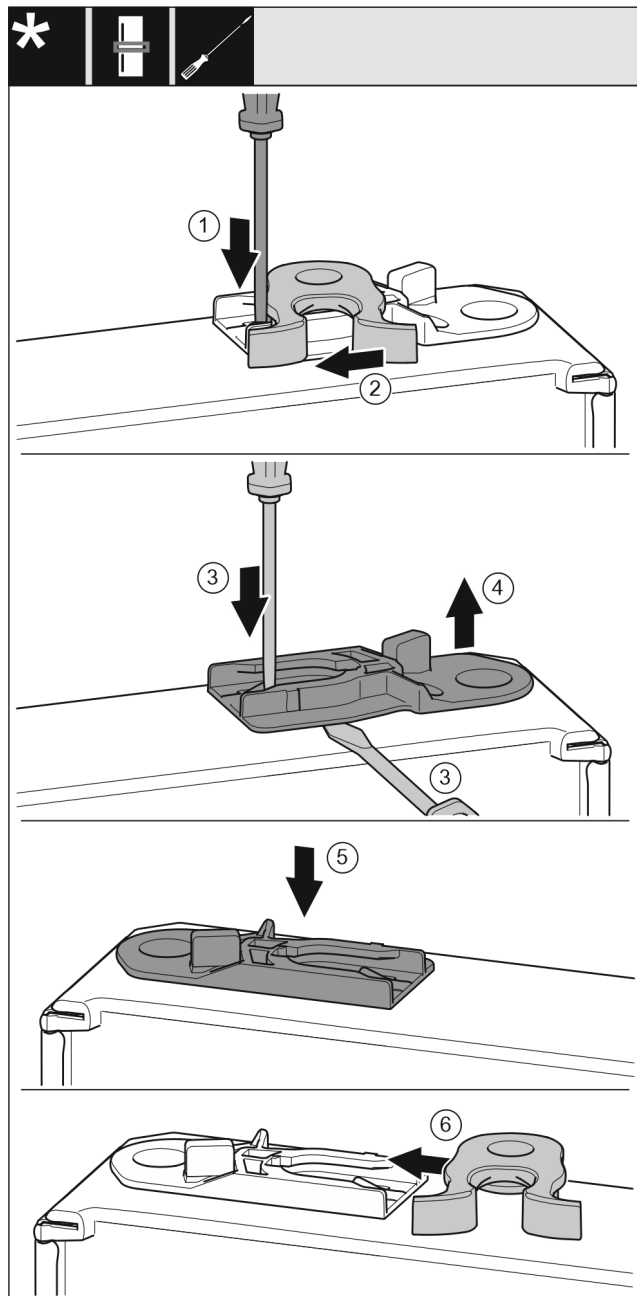

Fig. 28
- ▶ Premere la linguetta verso il basso con un cacciavite a testa a intaglio. Fig. 28 (1)
- ▶ Estrarre il gancio di chiusura dalla guida. Fig. 28 (2)
- ▶ Estrarre la boccola di guida: premere la linguetta con il cacciavite a testa a intaglio e contemporaneamente spingerla con un cacciavite sotto la boccola di guida. Fig. 28 (3, 4)
- ▶ Inserire sull'altro lato dell'apparecchiatura la boccola di guida fornita in dotazione. Fig. 28 (5)
- ▶ Spingere il gancio di chiusura nella guida. Fig. 28 (6)